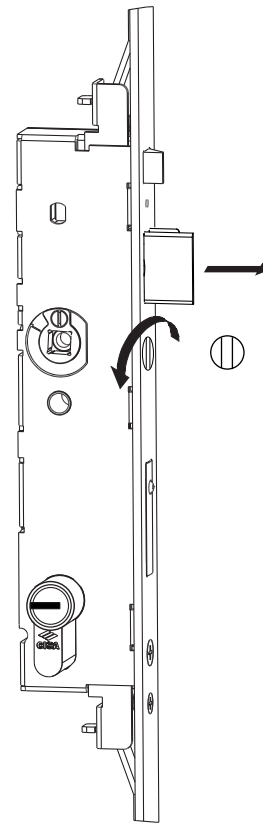

FIG. 16
- Gire 90° en sentido levógiro el selector del cierre de día, utilizando una moneda (Fig. 16).